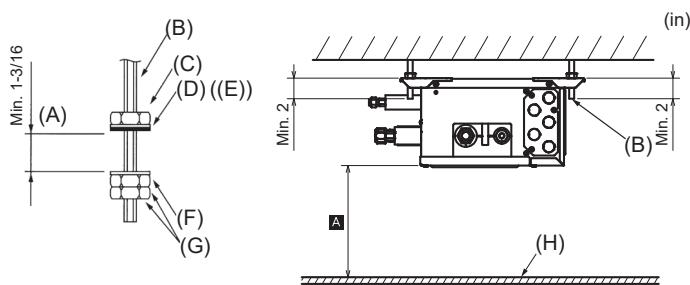

Fig. 6-1
- 2) Fixez les rondelles ((1)(2)) et les écrous (à acheter localement) sur les boulons de suspension. (Fig. 6-1)